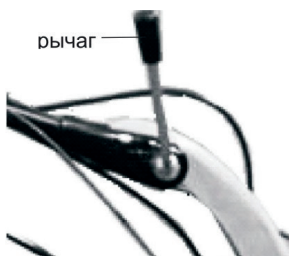

Рис. 4
2. Установите и закрепите на рулевую колонку руль. (см. рис. 4) Рычагом 1 фиксируется поворот руля по высоте.